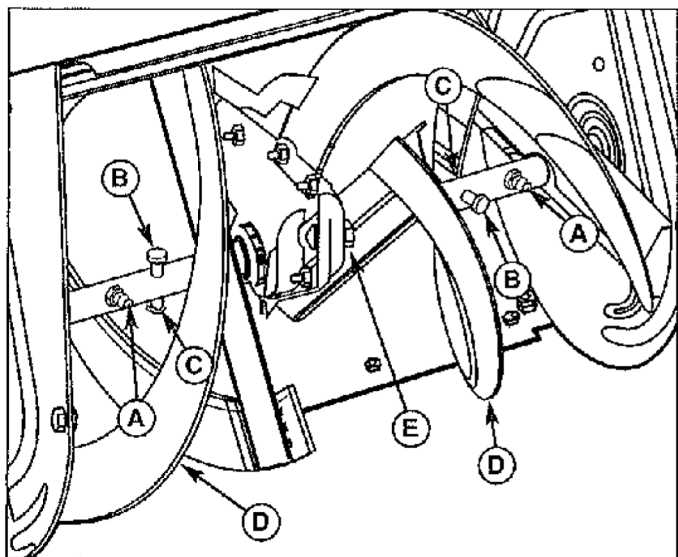

Figure 9. Graissage de la fraise
2. Déposer le bouchon (E, Figure 9).
1. Déposer la goupille fendue (C, Figure 9) et la broche de cisaillement (B).
2. Donner plusieurs coups de pompe à graisse dans le graisseur (A).
3. Faire tourner (D) le mécanisme de la fraise plusieurs fois pour distribuer uniformément la graisse. Répéter l'étape 2.
4. Remettre en place la broche de cisaillement (B) et la goupille fendue (C).
L'arbre de la fraise comporte deux graisseurs (Figure 9). Essuyer les graisseurs et les charger de graisse à l'aide d'une pompe à graisse. Graisser également les autres points indiqués.